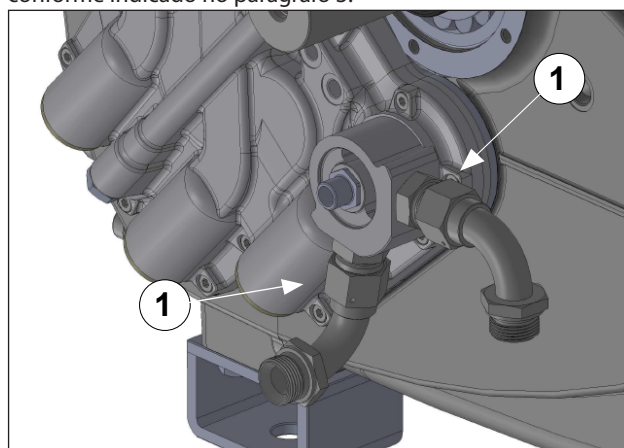

Fig. 131
Aparafuse os dois cotovelos de conexão aos tubos do trocador (pos. ①, Fig. 131) e aperte-os com chave dinamométrica, conforme indicado no parágrafo 3.